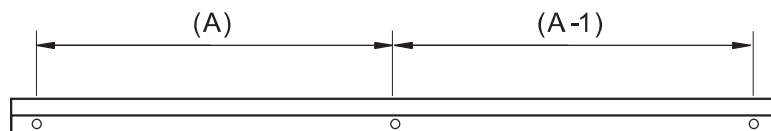

Fig. 1
- 1.2 När du har valt plats för spegelskåpet, kontrollera att väggen är stabil, mät avståndet mellan hålen (A, A-1) i aluminiumstången med ett måttband och markera det på väggen med en penna (Fig. 1).